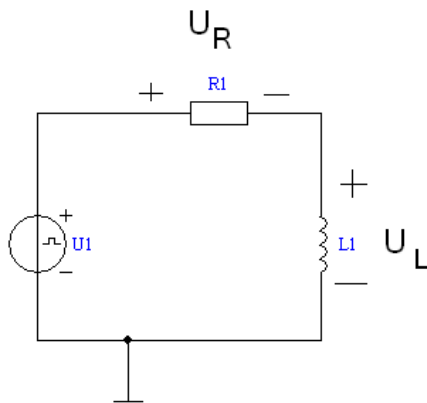

Рис. 2.4
2.4. Рассчитайте и постройте кривые изменения напряжений $u_R(t)$ и $u_L(t)$ в RL -контуре (рис. 2.4) для значений $R1, L1$, соответствующих вашему номеру варианта (табл. 2.1). Данные расчета занесите в табл. 2.4.